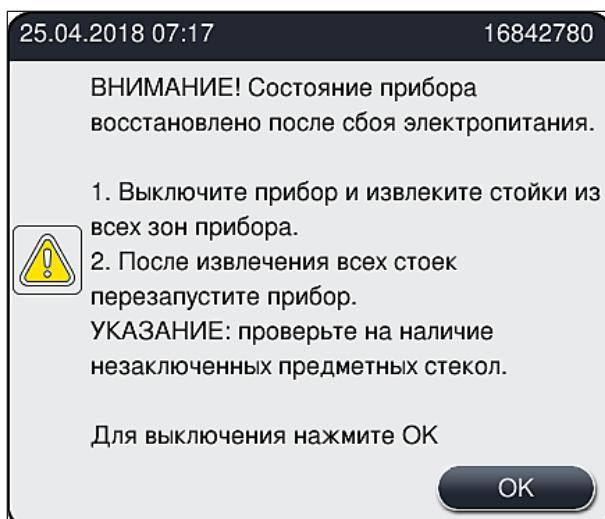

Рис. 108
- После восстановления подачи питания прибор автоматически перезапускается. Пользователь получает информацию о нарушении подачи питания с помощью информационного сообщения (→ Рис. 108) на экране, при этом данное событие вносится в журнал регистрации событий.
- ⓘ** После восстановления подачи питания прибор автоматически перезапускается. При этом звучит предупреждающий сигнал, а на экране появляется предупреждающее сообщение (→ Рис. 108).
Извлеките предметные стекла из прибора, руководствуясь указаниями в информационном сообщении (→ Рис. 108).